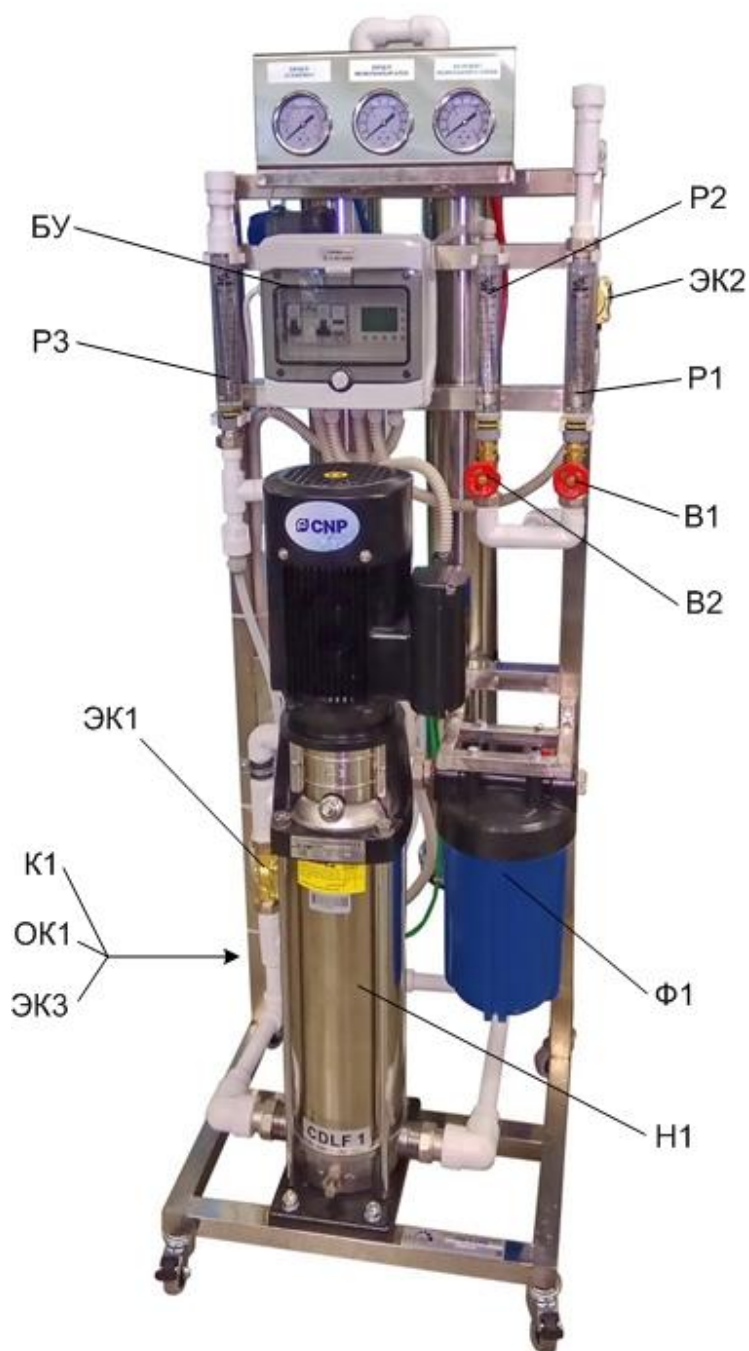

Рис.1 Общий вид установки.
2.1 Общий состав установки (см. рис. 1)
Перед мембранным блоком установлен фильтр механической очистки с размером пор 10 мкм (Ф1 на рис. 1). Данный фильтр предохраняет мембраны и насос от мелких механических примесей, присутствующих в воде.
2.1.3 Насос высокого давления (Н1- на рис. 1) предназначен для повышения давления перед мембранным блоком до значения, необходимого для нормальной работы мембранных элементов.
Установка оснащена следующими приборами (рис. 1):